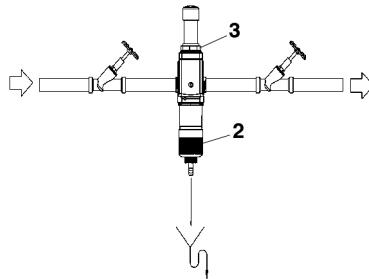

Figure 20. Remplacement cartouche II
2. Tourner le volant manuel (2) pour le rétrolavage dans le sens antihoraire, laissant ainsi échapper la pression restante de l'appareil (cf. Figure 20).
- Dévisser l' écrou-raccord (3) sur la cartouche phosphate dans le sens antihoraire.